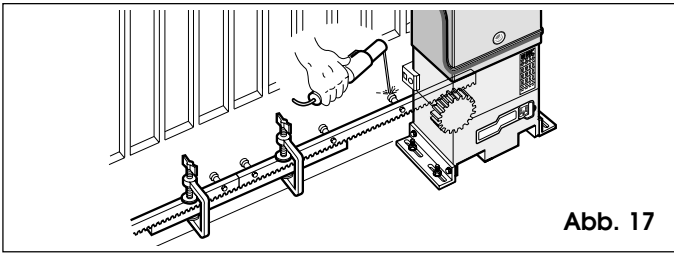

Abb. 17
- 5) Ein weiteres Element der Zahnstange an das vorhergehende anlegen, wie in Abb. 17 gezeigt, um die Verzahnung der beiden Elemente in Phase zu bringen.